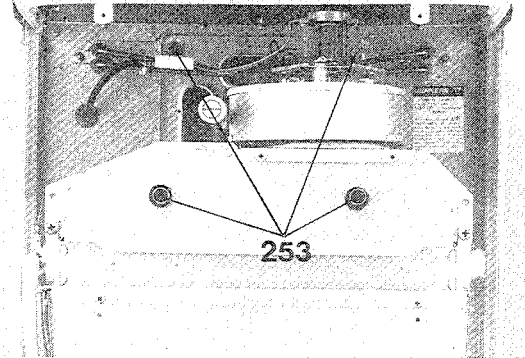

Bild 11
- Gerät auf Abgaskasten aufsetzen und mit 4 Schrauben (253) Bild 11 befestigen.